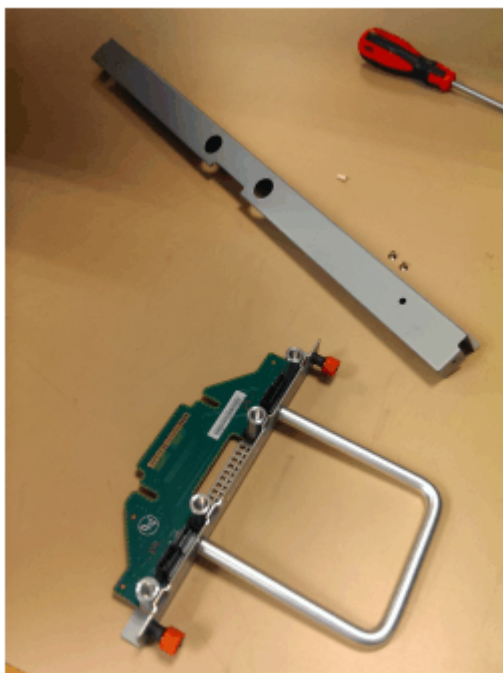

图 103. 机箱的 *FIB* 部件
1. 将新的 FIB、外盖和外盖螺钉（第 80 页的图 103 中所示）集中放在一个安全的位置。